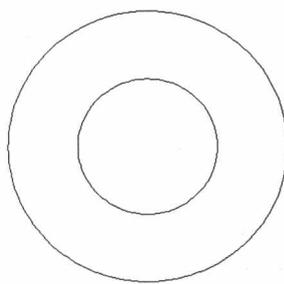

图1-9 绘制直线
**步骤 09** 按【F11】键开启对象捕捉追踪，在命令行中输入LINE（直线）命令并按回车键确认，根据命令行提示进行操作，捕捉到圆心点，向右引导鼠标，拾取经过圆心的虚线与垂直直线的交点，作为直线的第一个点，圆心虚线与第二条垂直直线的交点为第二个点，绘制一条直线，如图1-9所示。